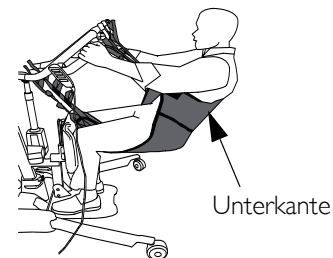

ABBILDUNG 4.2 Anheben des Patienten
HINWEIS: Zu diesem Vorgang siehe ABBILDUNG 4.2 auf Seite 158.
1. Den Patienten anweisen, sich an den Handgriffen auf beiden Seiten der Aufstehhilfe festzuhalten (Detail „A“ in ABBILDUNG 4.2).
- 4. Bei einem Patiententransfer aus einem Rollstuhl, die Radverriegelungen am Rollstuhl aktivieren (Detail „B“ in ABBILDUNG 4.2).
- 5. Auf die Aufwärts-Taste (UP) an der Handsteuerung drücken, um den Patienten von der aktuellen Oberfläche anzuheben (Bett, Roll- oder Toilettenstuhl). Das Gewicht des Patienten wird hierbei vollständig von der Aufstehhilfe unterstützt (Detail „C“ in ABBILDUNG 4.2).